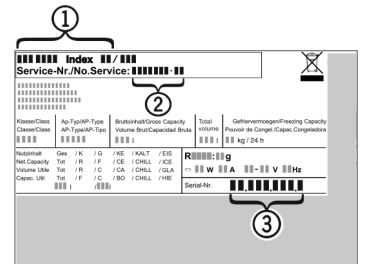

Fig. 14
- ▶ Gerätebezeichnung Fig. 14 (1), Service-Nr. Fig. 14 (2) und Serial-Nr. Fig. 14 (3) vom Typenschild ablesen. Das Typenschild befindet sich an der linken Geräteinnenseite.
- ▶ Den Kundendienst benachrichtigen und den Fehler, Gerätebezeichnung Fig. 14 (1), Service-Nr. Fig. 14 (2) und Serial-Nr. Fig. 14 (3) mitteilen.